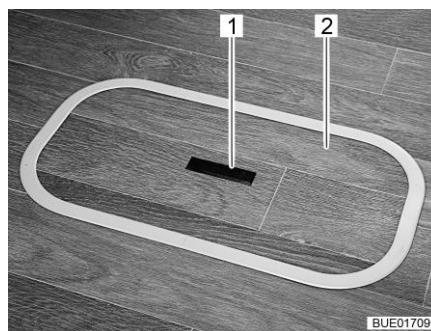
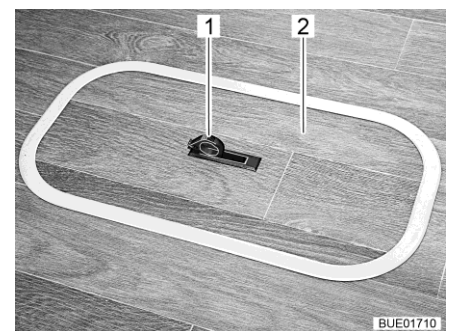

Bild 64 Lock för golvfacket (handtag sänkt)
Bild 65 Lock för golvfacket (handtag utsvängd)
- Tryck nedåt på ena sidan av gripplattan (Bild 64,1). Handtaget (Bild 65,1) svängs upp.
- Ta av locket (Bild 64,2 eller Bild 65,2) uppåt.